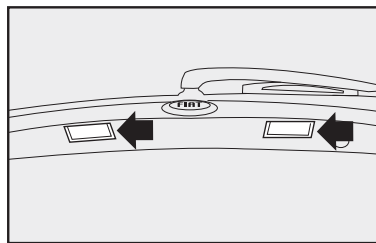

fig. 37
1) Atuar nos locais indicados pelas setas **fig. 37** com uma chave de fenda e retirar a lente transparente.